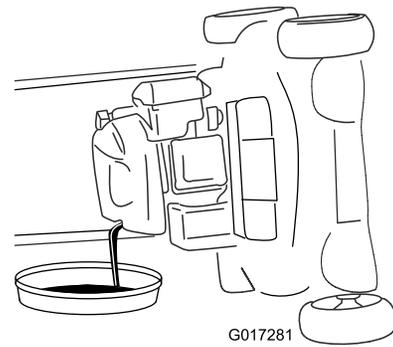

Bild 31
4. Kippen Sie die Maschine seitlich (Luftfilter nach oben), um das Altöl aus dem Öleinfüllstutzen abzulassen (Bild 31).